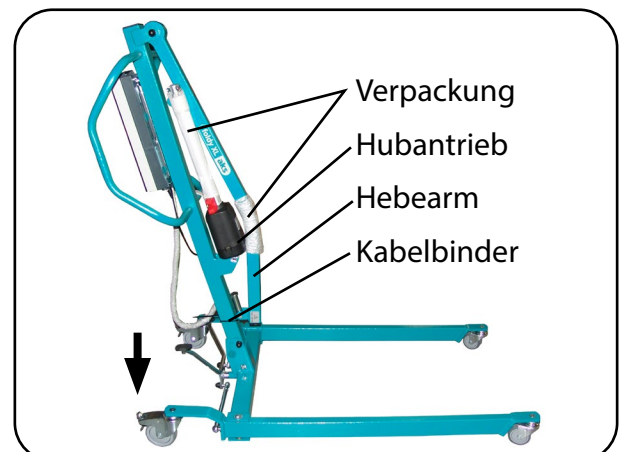

Abb. 13.2.03 - Standmast aufgerichtet
1. Bremsen Sie die beiden hinteren Laufrollen an der Bedienerseite, durch Betätigung des Tritthebels (Abb. 13.2.03) (siehe Kapitel Bedienung Abschnitt **Laufrollen**).
4. Fixieren Sie den Hubantrieb und den Hebearm mit Kabelbinder oder Klettband am Standmast. Bei längerer Lagerung sollten der Hubantrieb und der Hebearm wieder mit der Original-Verpackung umwickelt werden (Abb. 13.2.03) (siehe Kapitel **Lagerung**).